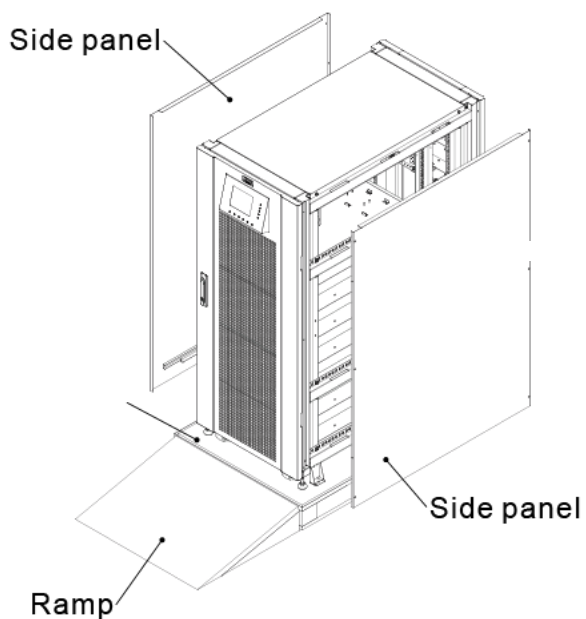

Рисунок 2-11
3. Положите рампу в передней части корпуса и вставьте небольшую деревяшку в паз. Затем удалите две боковые панели. Смотрите рисунок 2-11